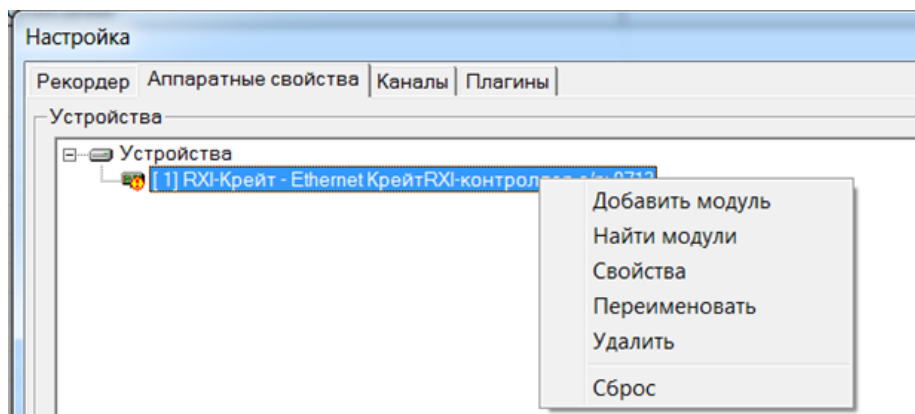

Рисунок 15
После кратковременного сообщения **Поиск устройств**, откроется окно **Найденные устройства**, в котором должна присутствовать строка с наименованием и серийным номером комплекса MIC-236 (см. рисунок 15).
5) Подтвердив, нажатием кнопок **Да** в окнах настройки Крейта RXI, следует, щелкнув правой кнопкой мыши по строке **RXI-Крейт – Ethernet КрейтRXI-контроллер с/н: 0000**, выбрать **Сброс** в контекстном меню (см. рисунок 15)